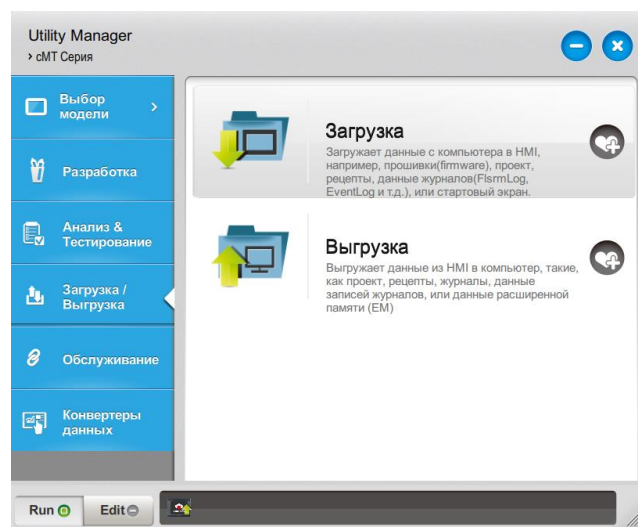

Рисунок 4.25 – Окно «Загрузка/Выгрузка» ПО Utility Manager
12. Перейти на вкладку «Загрузка/Выгрузка» (рисунок 4.25).